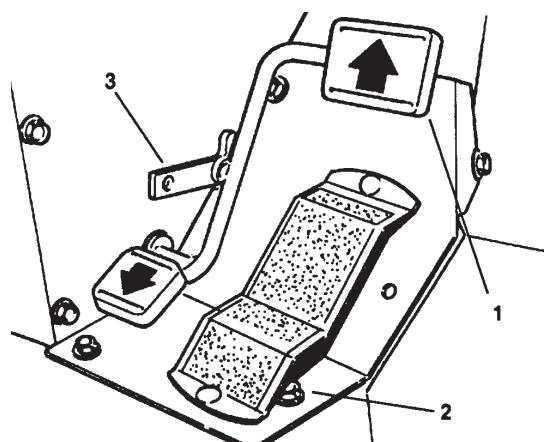

Fig. 8
**Kjøre- og bremsepedal** (fig. 8, 9 og 10)—Kjørepedalen har tre formål: den får klipperen til å gå fremover, bakover, og stoppe. Ved hjelp av hælen og tåen på høyre fot trykker du øverst på pedalen for å bevege klipperen fremover og nederst på pedalen for å bevege klipperen bakover eller for å stoppe klipperen når den går fremover. Sett pedalen i nøytral for å stoppe klipperen. For din egen komfort bør du ikke hvile hælen nederst på pedalen når klipperen går fremover.
**Hastighetsvelger** (fig. 8)—Kamhendelen på siden av kjørepedalen kan dreies for å holde ønsket hastighet.